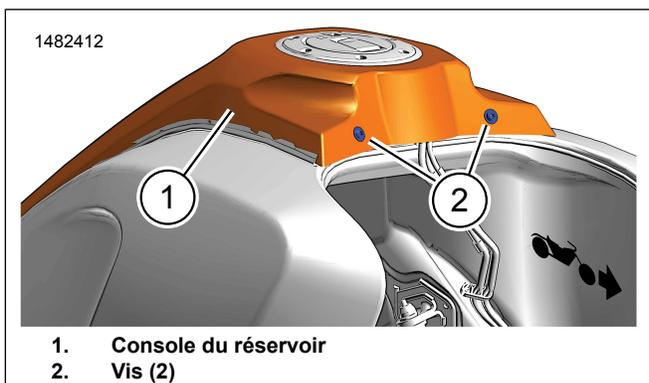
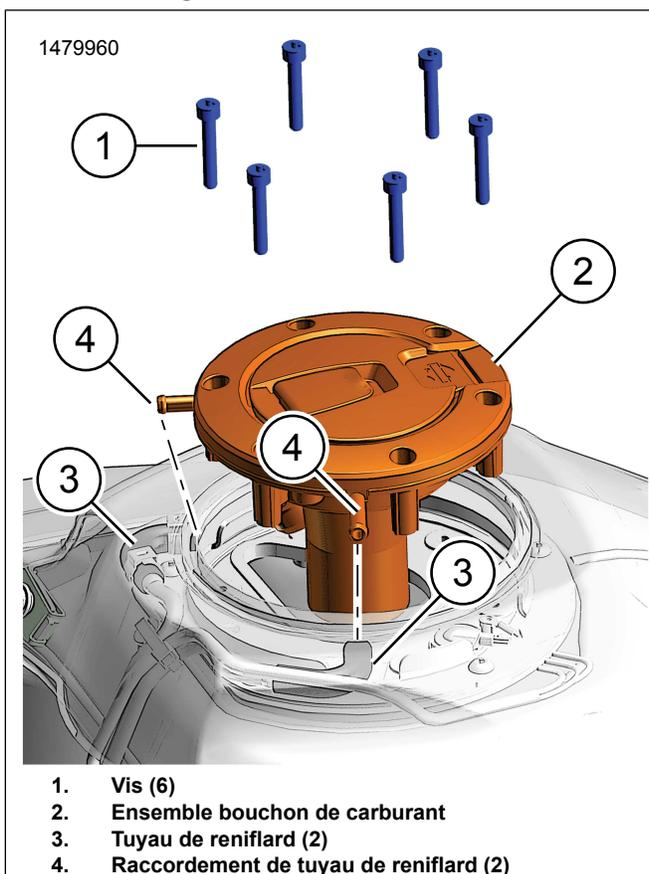

Figure 2. Console du réservoir
Figure 3. Retrait de l'ensemble bouchon de carburant
1. Voir la figure 2. Retirer la console de réservoir (1).
- a. Déposer les vis (2).
2. Voir la figure 3. Retirer le bouchon de carburant existant.
- b. Débrancher les tuyaux de reniflard (3).
- c. Déposer les vis (1). Conserver.
- Voir la figure 3. Connecter les tuyaux de reniflard (3).